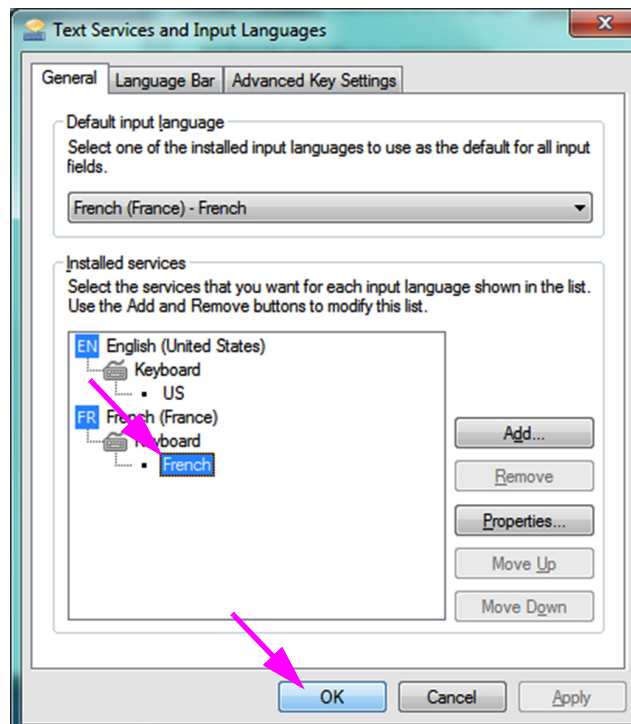

图 C-11. Text Services and Input Language（文本服务和输入语言）屏幕 — General（通用）选项卡
- 单击 **General（通用）** 选项卡（请参见图 C-11）并使用 Installed Services（已安装的服务）部分中的可滚动框选择（新）所需键盘，然后单击 **OK（确定）** 按钮。